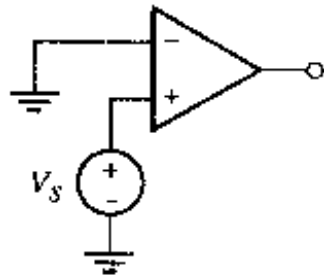

图 6.48
35. 用 PSpice 仿真图 6.48 所示电路,使用(a) μA741 ; (b) LM324; (c) LF411。采用 $\pm 15\text{ V}$ 电源供电,分别求出这几种不同类型的运放饱和的差分输入电压 V_s 。